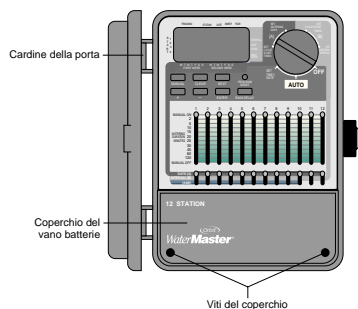

FIGURA 3: Programmatore per montaggio esterno, coperchio della morsetteria
- Togliere il coperchio del vano batterie svitando le due viti e spingendo il coperchio di plastica in avanti senza sollevarlo [vedere Figura 3].